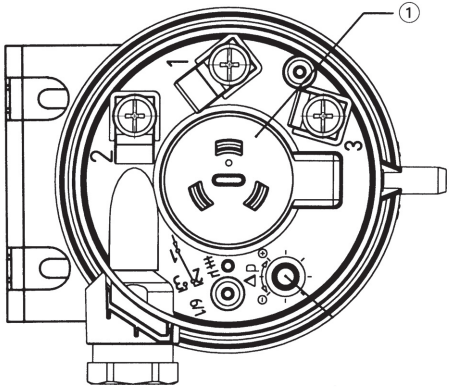

Fig. 3
- Drehscheibe ① Für oberen Schaltpunkt (höherer Druck), Drehrichtung im Uhrzeigersinn. Werkeinstellung = 4 mbar (400 Pa)
- Mit der Drehscheibe ① wird der obere und untere Schaltpunkt gleichlaufend verstellt.
- Druck langsam ansteigen lassen (max. Druck beachten), mit Drehscheibe ① den gewünschten oberen Schaltpunkt einstellen. Druck langsam absenken und unteren Schaltpunkt messen.
- **Achtung:** Wenn Schalter nicht mehr schaltet! Drehscheibe ① zuviel in Gegenuhrzeigersinn gedreht (Schaltkontakt immer 1-3). Durch mehrmaliges Ansteigen und Absenken des Druckes den oberen und unteren Schaltpunkt kontrollieren, nötigenfalls nachregulieren.
- Einbauanlage vorzugsweise vertikal (Werkelchung) – Fig. 3